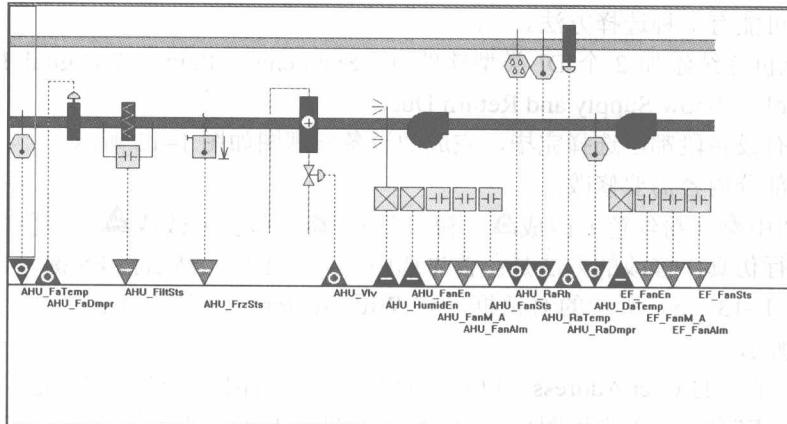
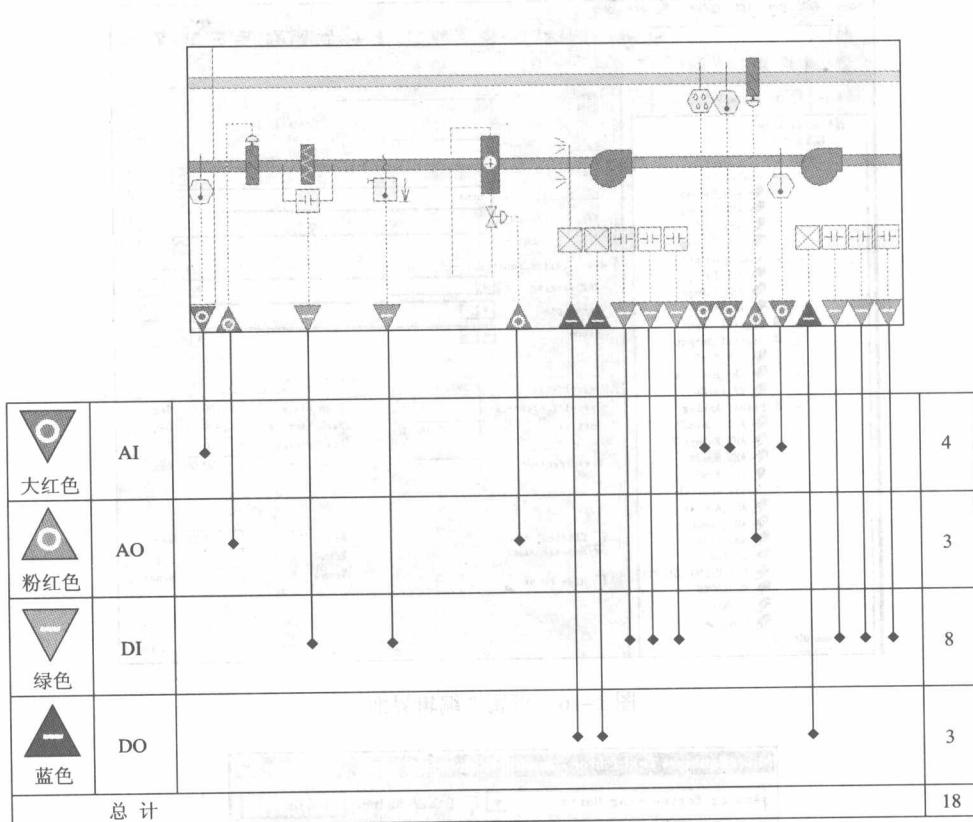

图 1-14 修改后的设备原理图
图 1-15 分类点表
- ③ 选择 View | User Address 菜单项，可查看所有点的 User Address。修改完成后的设备原理图及每个点的 User Address 如图 1-14 所示。
依据图 1-14 所示的设备原理图总结得出分类点表，如图 1-15 所示。